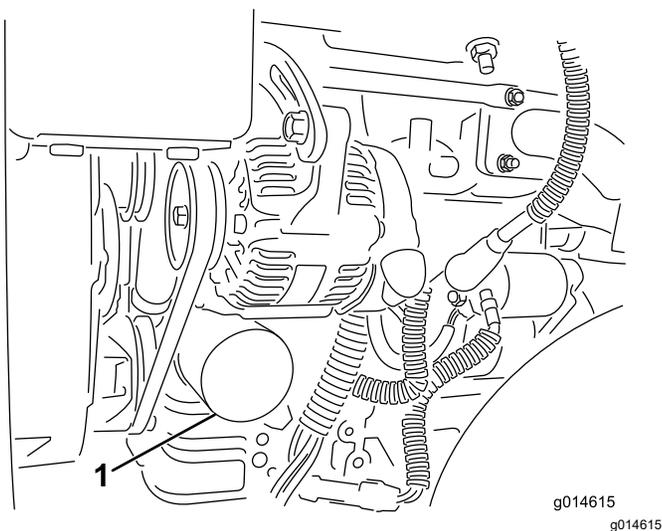

图 35
2. 拆下机油滤芯图 35。在新的滤芯垫片上涂上薄薄一层干净油。